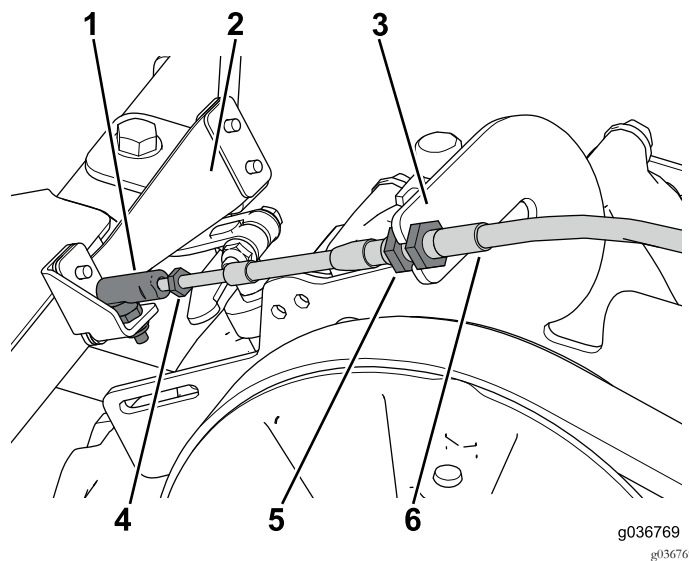

图35
2. 将球窝接头组件拧到换档拉索上并将其固定至换档臂组件 图35。